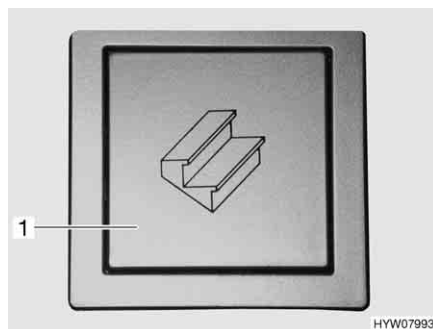

Fig. 1 Pulsante basculante dello scalino di ingresso (zona di ingresso)
- Premere il pulsante basculante (Fig. 1,1) nella zona di ingresso.